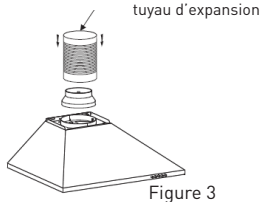

Figure 3
- Placez le clapet d'air et l'adaptateur sur l'évacuation et fixez-les à l'aide de ruban adhésif (voir figure ci-dessous). Installez le tuyau d'expansion sur l'adaptateur de l'évacuation et fixez-le avec un collier de serrage. Veuillez noter que le tuyau d'expansion n'est pas fourni avec cet appareil. Voir figure 3.